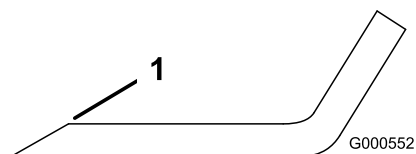
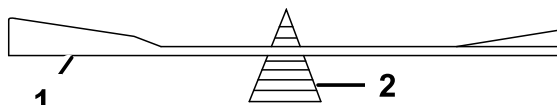

Figure 48
Figure 49
1. Au moyen d'une lime, aiguisiez les tranchants aux deux extrémités de la lame (Figure 48) en veillant à conserver l'angle de coupe d'origine. Limez la même quantité de métal sur chacun des deux tranchants pour ne pas déséquilibrer la lame.
2. Vérifiez l'équilibre de la lame en la plaçant sur un équilibreur (Figure 49). Si la lame reste horizontale, elle est équilibrée et peut être utilisée. Si la lame est déséquilibrée, limez un peu l'extrémité de la partie relevée seulement (Figure 48). Répétez la procédure jusqu'à ce que la lame soit équilibrée.